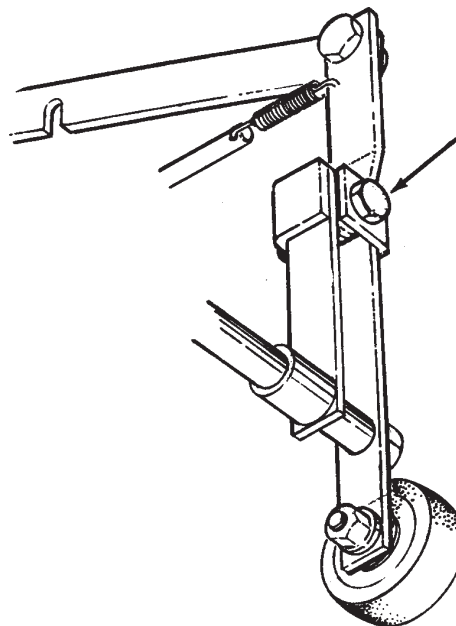

Figure 13
1. Repérez la vis de mise à niveau (voir la figure 13).